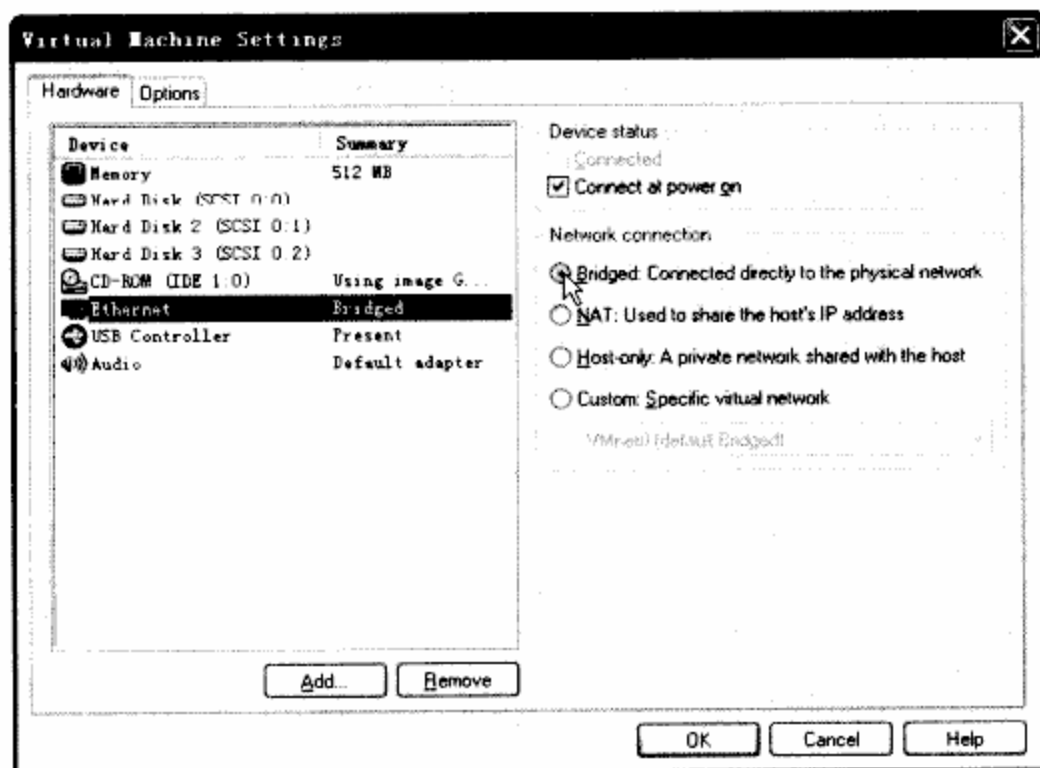

图 2.23 设置虚拟机以使用网桥网络
- 在 VMware 中，执行“VM”→“Setting”命令，然后参照图 2.23 设置以使用网桥网络（“Connect at power on”一定要选上）。